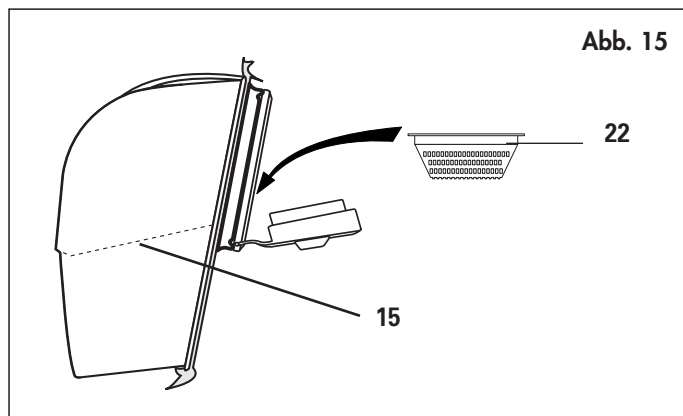

Abb. 15
- e** Den Skimmerkorb (22) in den Körper, in seine Aufnahme im starren Körper (Unterteil) (15) einlegen, Abb. 15.